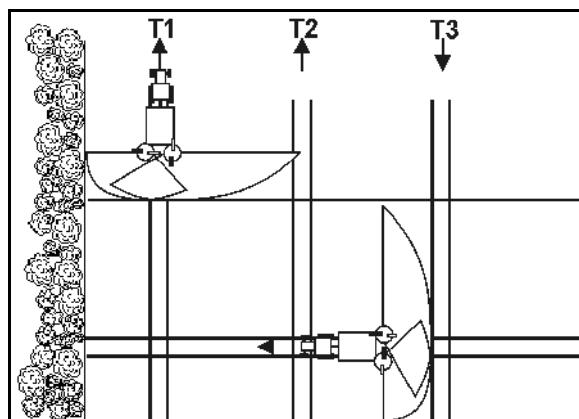

图 92
清空残余量时，ZA-X 应配备 2 个排空活门（图 92/1）。
2. 松脱螺母（图 92/2）。